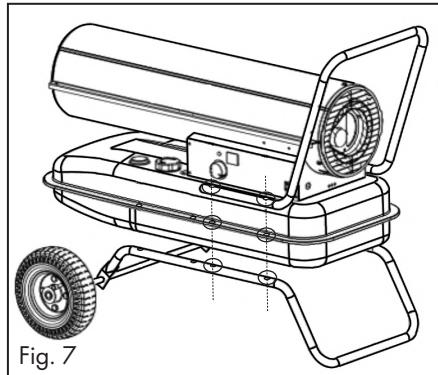

Fig. 7
- Coloque el bastidor tubular superior (3) sobre el depósito, véase la fig. 7
- Asegúrese de que los dos orificios del bastidor tubular superior (3) estén alineados con los orificios del lateral del depósito y los orificios del bastidor tubular inferior (1).
- Inserte cuatro tornillos grandes de cabeza redonda (A) desde la parte superior izquierda y derecha a través del bastidor de la barra de mano, los orificios del lateral del depósito y los orificios del bastidor del tubo inferior(1).
- Fije los tornillos con arandelas, arandelas de seguridad y tuercas (A).